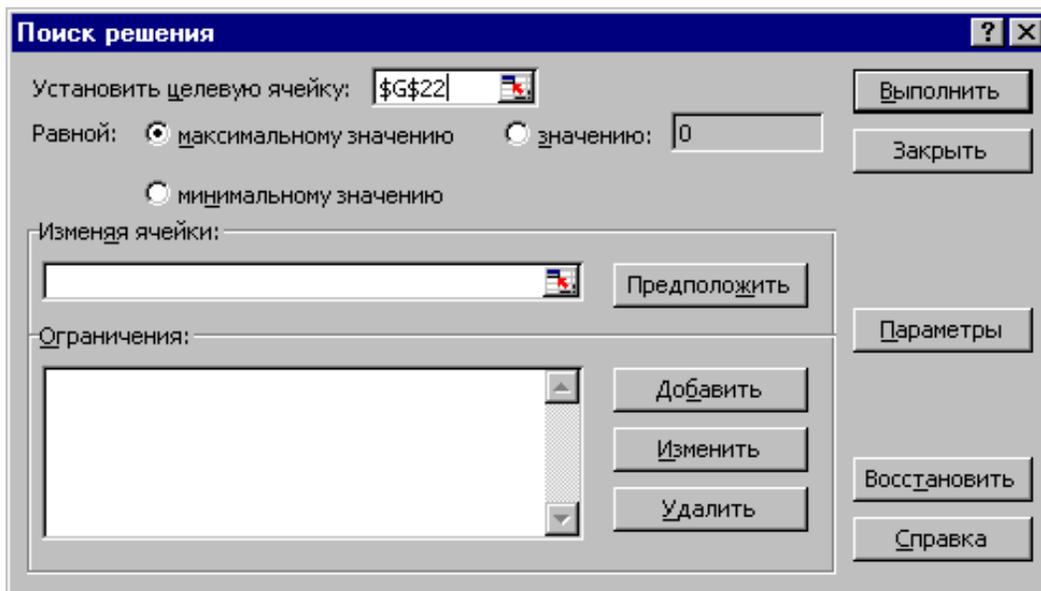

рис. 6.5.
5. Убедитесь, что переключатель установлен на значение “Равной максимальному значению” (см. рис. 6.5);